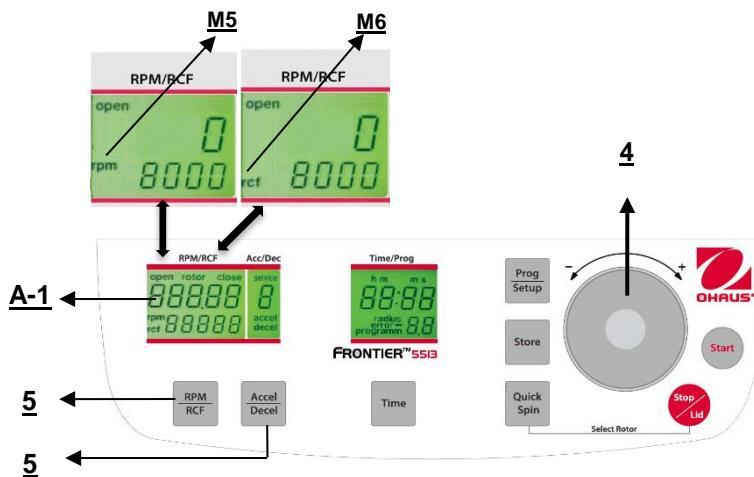

Figura. 16
Questa preselezione è attivata mediante il tasto **"RPM/RCF"** (5) (fare riferimento alla figura 16 qui di seguito). Premendo una volta il tasto, la parola **"rpm"** (M5) lampeggi. Premendo due volte il tasto, è possibile selezionare la preselezione delle forze centrifughe. Poi compare la parola **"rcf"** (M6) lampeggiante. E' possibile impostare i valori desiderati mediante la quadrante di regolazione (4). Nel display (A-1), il valore regolato è visualizzato in permanenza, prima, durante e dopo il funzionamento.